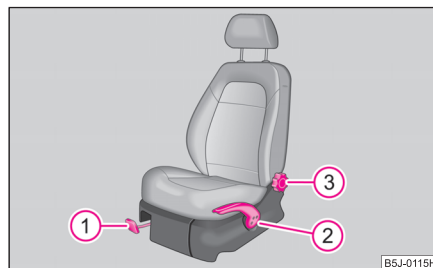

Abb. 48 Bedienelemente am Sitz
- Ziehen Sie den Hebel ① ⇒ Abb. 48 nach oben und schieben Sie dabei den Sitz in die gewünschte Position.
- Lassen Sie den Hebel ① los und verschieben Sie den Sitz soweit, bis die Verriegelung hörbar einrastet. ▶